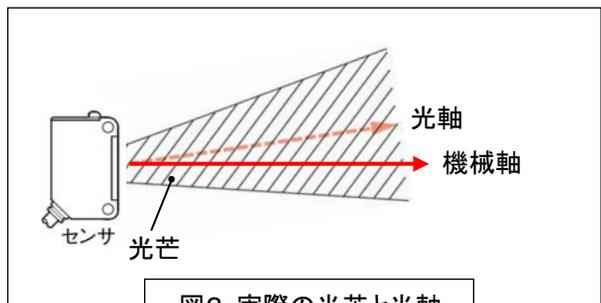

図2:実際の光芒と光軸
- ・しかし、実際のビームセンサ(ファイバセンサ、レーザセンサを含む)では、いずれかの方向に光軸が傾いており、その方向・傾き角度には商品個々のバラつきがあり、一様ではありません。また、光軸の傾き方向や傾き角度の度合いは、一般的には仕様で規定されていません。(図2)